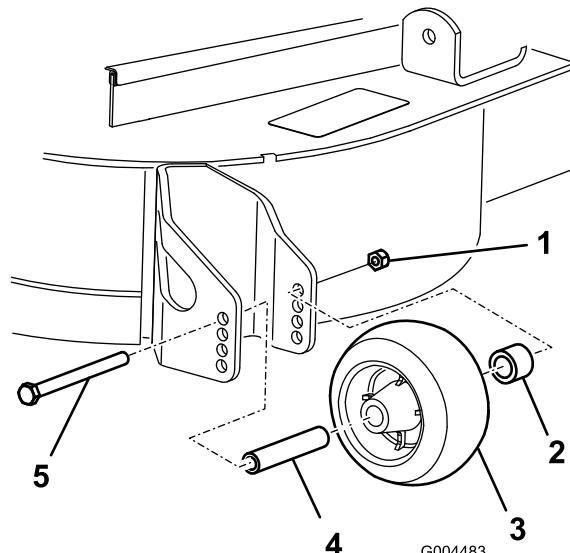

Figura 26
- Después de ajustar la altura de corte, ajuste los rodillos retirando la tuerca con arandela prensada, el casquillo, el espaciador y el perno (Figura 26).
- Instale la tuerca con arandela prensada, el casquillo, el espaciador y el perno. Apriete a 54–61 Nm (Figura 26).